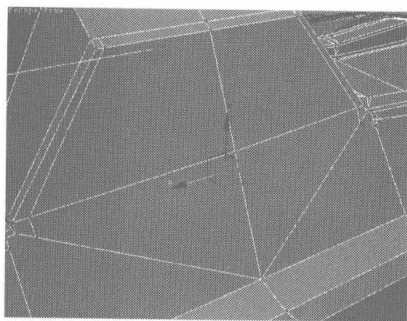
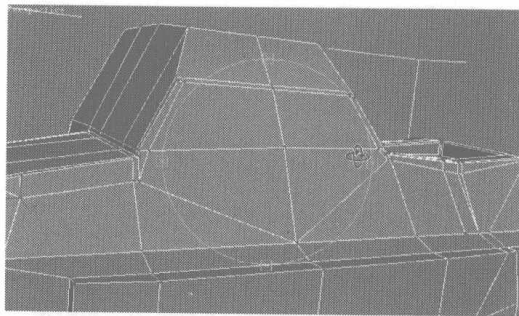

图 6.157
图 6.158
- 04 切换为节点编辑，分别选择如图 6.157 所示的节点，单击右键，在弹出的快捷菜单中选择 Connect 命令，为节点之间添加一条细分线，并对各节点、边线进行适当的调整，如图 6.158 所示。